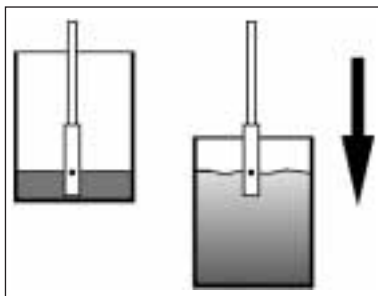

ABBILDUNG 7
1. Schalten Sie den Automaten ein (Hauptschalter) ❶.
2. Schalten Sie den Dampftaster ❸ ein. Beim Einsatz des beweglichen Siebträgers schaltet sich automatisch die Leuchtanzeige ein ❷. Beim Einsatz des festen Siebträgers schaltet sich die Leuchtanzeige ein, wenn der Dampfgregler betätigt wird ❹.
3. Warten Sie, bis sich die orangefarbene Anzeigeleuchte ❸ ausschaltet (etwa 1,5 Minuten). Wenn die Anzeigeleuchte ausgeschaltet ist, ist die ideale Brühtemperatur erreicht.
4. Drehen Sie den Heißwasser- bzw. Dampfhahn ❹ auf und lassen Sie etwas Wasser ausfließen. Nach ein paar Augenblicken tritt ausschließlich Dampf aus.
5. Halten Sie die Dampfdüse ❺ so in die zu erwärmende Milch, dass die Austrittsöffnung genau zur Hälfte bedeckt wird. Die Öffnung darf nie vollständig bedeckt sein. Beachten Sie bei allen Schritten, dass die Öffnung nur halb bedeckt sein darf. (siehe Abbildung 7)